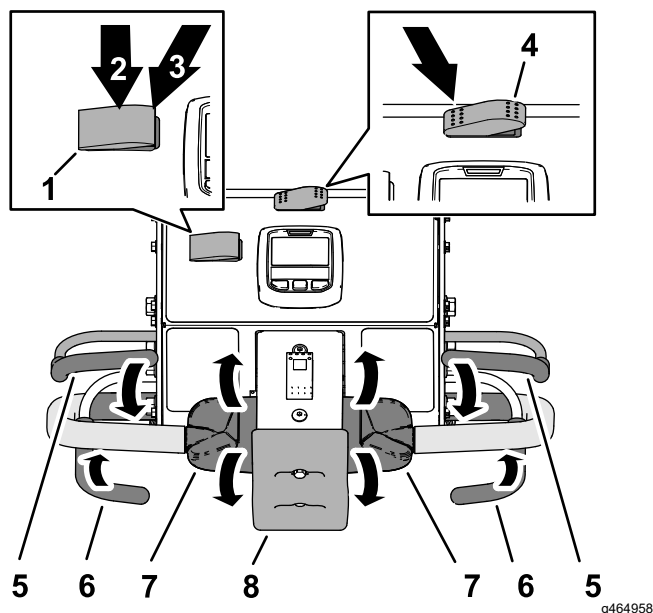

Figura 82
1. Premete l'interruttore trasporto/arieggiatura selezionando ARIEGGIATURA (Figura 82).